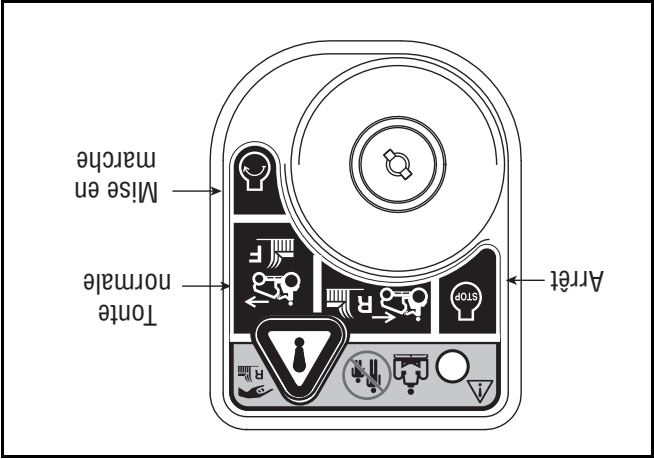

Figure 9
2. Déplacez la clé de la position « **NORMAL MOWING** » (Verte) (Tonte normale) à la position « **REVERSE CAUTION MODE** » (Jaune) (Marche arrière - Prudence). Voir la Figure 9.
3. Appuyez sur le **BOUTON-POUSSOIR DE MARCHÉ ARRIÈRE** (Bouton triangulaire orange) dans le coin supérieur droit du module d'allumage. Le témoin lumineux rouge dans le coin supérieur gauche s'allume quand la marche arrière est embrayée. Voir la Figure 9.
Pour mettre le moteur en marche, enfoncez la clé dans le commutateur d'allumage et tournez-la dans le sens des aiguilles d'une montre jusqu'à la position « **START** » (Mise en marche). Laissez la clé revenir à la position « **NORMAL MOWING MODE** » (Tonte normale) quand le moteur tourne normalement. Pour arrêter le moteur, tournez la clé dans le sens contraire aux aiguilles d'une montre, jusqu'à la position « **STOP** » (Arrêt). Voir la Figure 9.